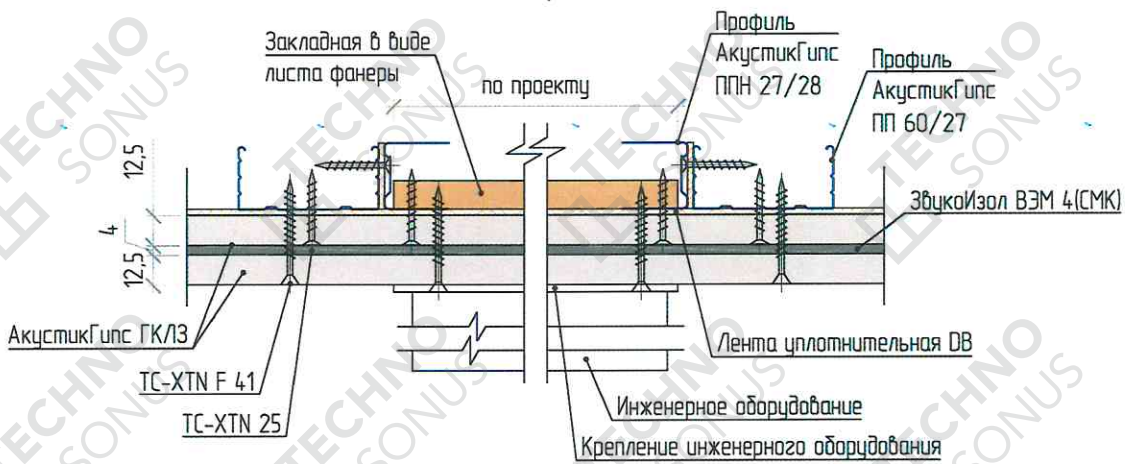

Рисунок 5 – Устройство усиления каркаса (закладные)
6.8. Установить закладные детали (см. рисунок 5) для крепления стационарного навесного оборудования, не превышающего установленные нагрузки на систему (см. пункт 7) и элементов интерьера (если в этом есть необходимость), закрепляя их к основным профилям каркаса. Для